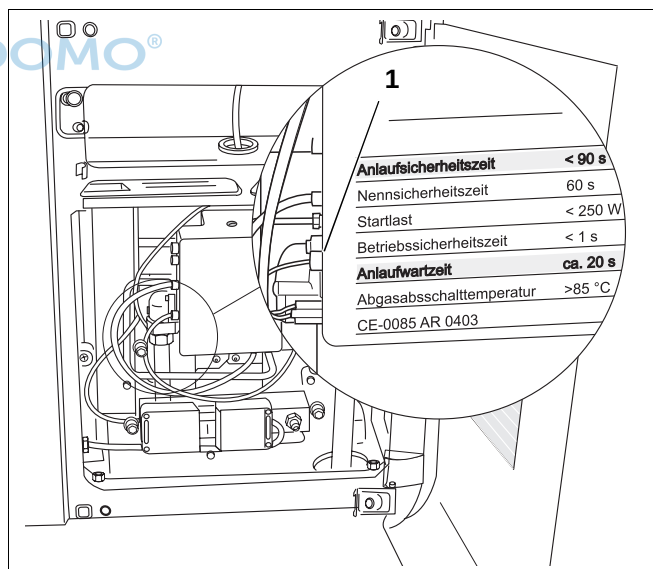

Abb. 37 Stecker Feuerungsautomat
- Steckverbindung am Feuerungsautomaten (Abb. 37, **Pos. 1**) lösen.
- Steckverbindung am Feuerungsautomaten (Abb. 37, **Pos. 1**) wieder herstellen.